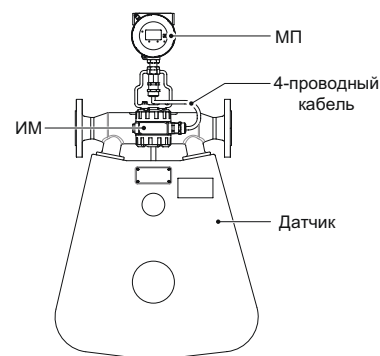

Рис. 4. Интегральное исполнение
- интегральное И, когда датчик Д, модули ИМ и МП объединены в одну конструкцию (рис. 4).